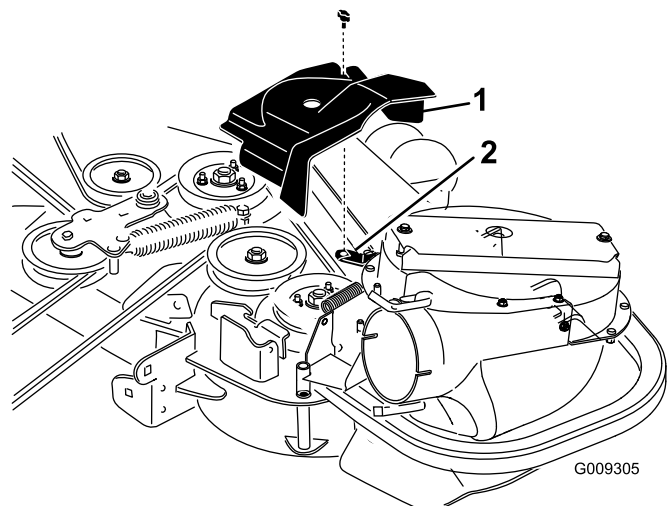
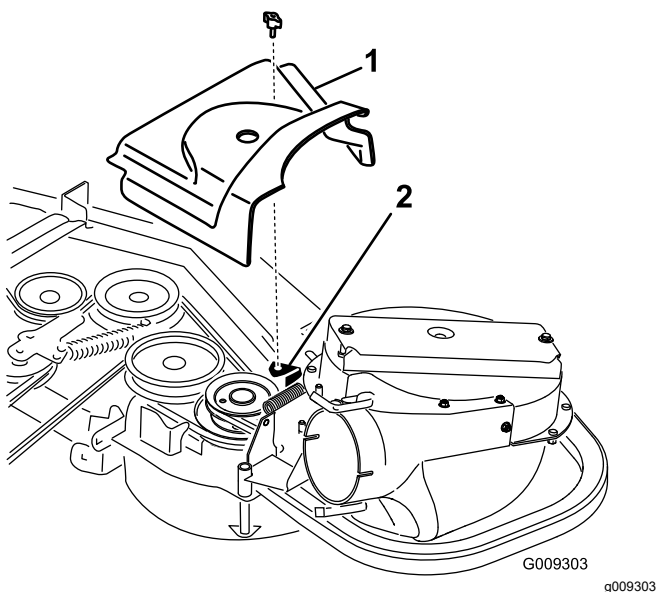

Figura 32
Figura 33
2. Instale la nueva cubierta de la correa de manera que las muescas de cada lado pasen por encima de los soportes de la cubierta de la correa, y enganche el cierre (Figura 32 o Figura 33).